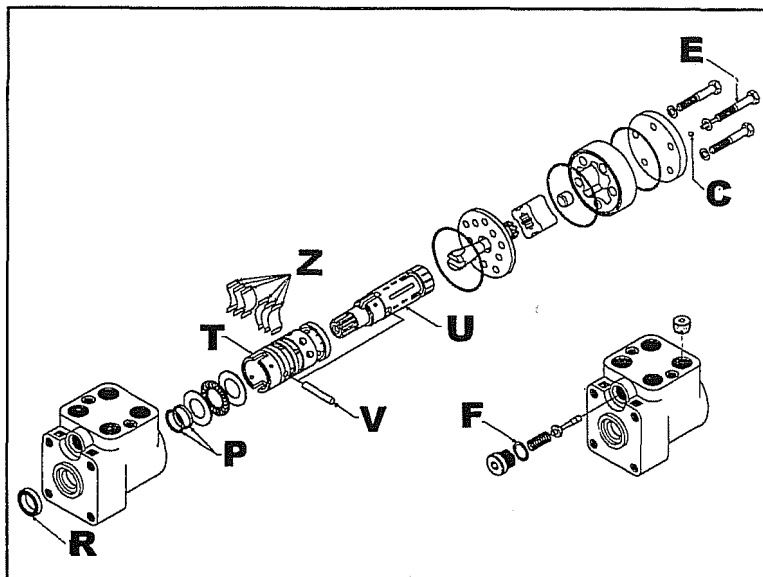
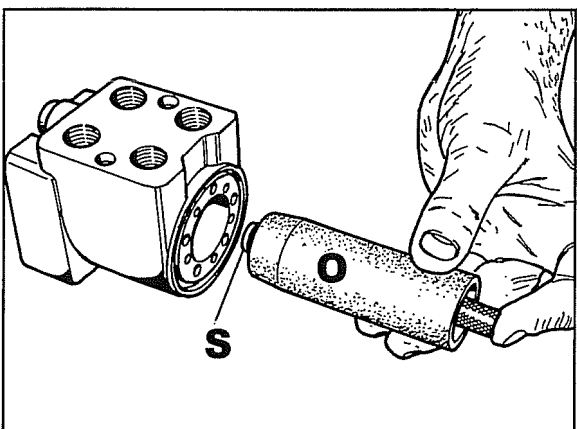
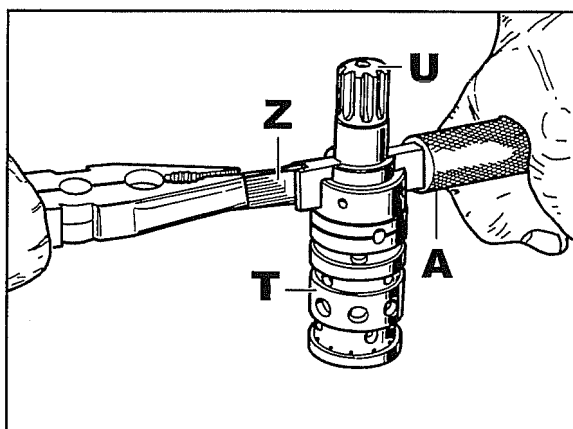

Fig. 61
Fig. 64
Fig. 65
4. La fig. 61 mostra i componenti dell'idroguida.
- Servirsi dell'attrezzo speciale **O** fig. 64 per il montaggio dell'anello Combi **P** e dell'anello parapolvere **R** fig. 61 e 63.
- a. Disporre l'anello sul perno interno **S** fig. 64 dell'attrezzo.
- b. Tenendo premuto il perno interno come mostra la fig. 64, inserire l'anello nella propria sede.
- Premontare il cilindro distributore centrale (parti **T-U** fig. 61 e 65) inserendo la spina **V**, quindi montare le molle **Z** (fig. 61 e 65) come illustrato in fig. 65.
- La vite **E** con relativa sfera **C** fig. 61, posizzionarli nel foro **D** fig. 67.
- L'anello di tenuta **F** fig. 61 e 63, componente la serie anelli di tenuta, utilizzarlo per sostituire l'anello del tappo valvola di massima.